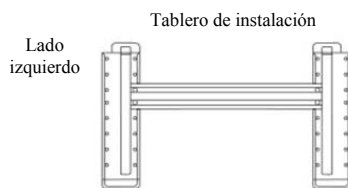

Fig. 4
1. Cuelgue el marco de montaje en pared en la pared; ajústelo en posición horizontal con el medidor de nivel y señale los agujeros de fijación de los tornillos en la pared. (Fig.4)